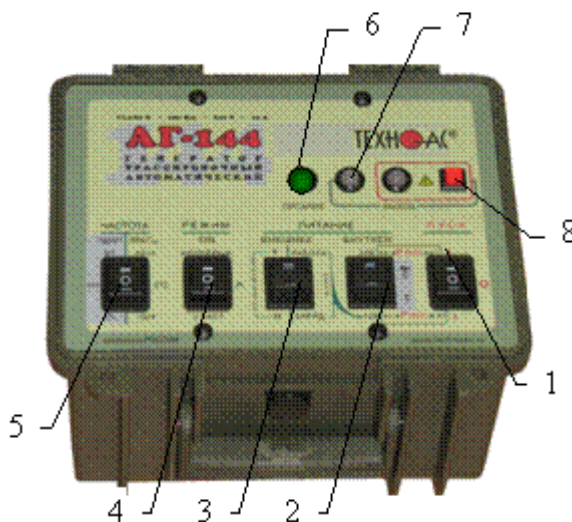

Рис. 19
Включить питание клавишей включения питания поз.1 рис.19 в одно из положений «I», в зависимости от выбираемой мощности. При свечении индикатора «Питание» поз.6 желтым цветом следует зарядить внутренние аккумуляторы, свечение зеленым цветом - можно приступать к работе.
1) Открыть крышку. Выбрать переключателем «ЧАСТОТА» поз. 5 рис.19 необходимую частоту синусоидальной генерации (512 / 1024 / 8928Гц ).
2) Выбрать переключателем «РЕЖИМ SIN» поз. 4 рис.19 необходимый вид синусоидальной генерации (непрерыв /  / 3част).
Переключатель поз.3 рис. 19 установить в положение «работа».
Переключателем напряжения внутреннего питания поз.2. рис.19 установить первый коэффициент выбора мощности генерации.
4) Включить питание клавишей включения питания поз.1 рис. 19 в положение соответствующее второму коэффициенту выбора мощности
5) Начнется генерация и автосогласование с постепенным возрастанием напряжения на выходе. Здесь следует наблюдать за цветом индикатора «ВЫХОД» поз.7 рис. 19. Если автосогласование закончилось зеленым свечением – заданная мощность достигнута. Если желтым – сопротивление нагрузки слишком велико для заданной мощности при выходном напряжении ограниченном «по умолчанию» на «безопасном» уровне 24 В.
Для запуска «неограниченного» режима следует включить питание (переключателем «ПУСК») при нажатой красной кнопке «» поз.8 рис.19 и удерживать ее до засвечивания красного индикатора «». Мигание этого индикатора обозначает потенциальную «опасность». Непрерывное свечение обозначает реальное наличие на выходе напряжения  $\geq 24$ В.
1) Выключить питание генератора клавишей включения питания поз.1рис.19, установив ее в положение «0».